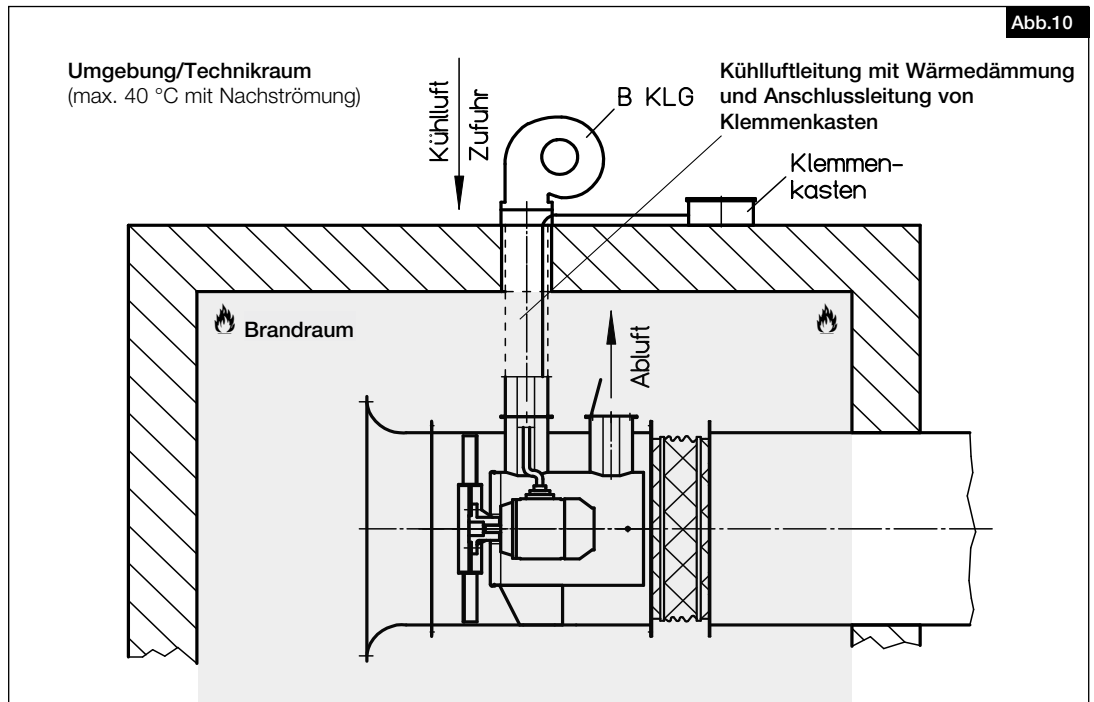

Abb.10
Zur Sicherstellung der Motorkühlung bei den F600-Baureihen, sind separate Radial-Kühlluftgebläse (z.B. B KLG 500 oder B KLG 1000) notwendiges Zubehör. Das Kühlluftgebläse ist außerhalb des Brandraumes (Rauchabschnitts) in ausreichend gelüfteten Räumen oder wettergeschützt im Freien zu montieren. Die Zulufttemperatur von 40 °C darf hierbei nicht überschritten werden (Abb.10). Angaben zum Mindestkühlvolumenstrom der jeweiligen Brandgastypen, siehe Auswahltabellen Seite 10.
Werkseitig ist der Klemmenkasten des F600-Entrauchungsventilators am Gehäuse montiert. Bei Aufstellung im Brandraum (IB) ist der Klemmenkasten vom Gehäuse zu demontieren und außerhalb des Brandraums anzubringen (siehe Abb.10). Hierbei ist die Anschlussleitung vom Klemmenkasten zum Antriebsmotor (Leitungslänge ist bauseits anzupassen) durch den isolierten Kühlluftkanal zum Entrauchungsventilator zu führen.